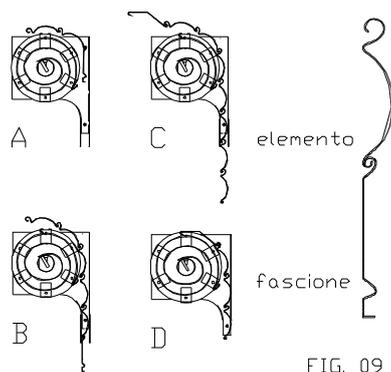

FIG. 09
A. Se lo spazio interno consente di infilare uno per uno gli elementi, assemblare il fascione (senza angolare) ed un paio di elementi almeno (FIG. 09 A). Infilare i componenti appena assemblati, dalla parte superiore delle scatole portamolle, nella guida. Man mano che si infila un elemento, far scendere il telo nella guida (FIG. 09 B). A telo completato infilare i ganci molla nell'ultimo elemento infilato, in corrispondenza delle rispettive scatole portamolle (FIG. 09 C). Agganciare i ganci alle scatole portamolle (FIG. 09 D).